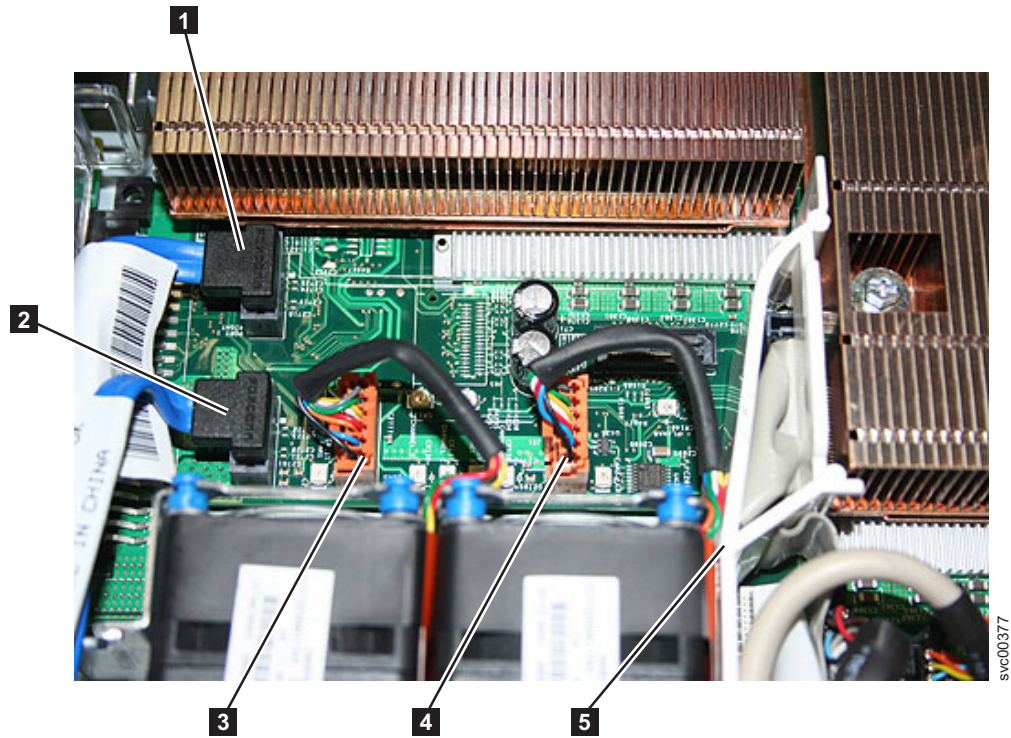

図 271. SAN ボリューム・コントローラー 2145-8G4 システム・ボード上のコネクタ
6. システム・ボードから最初のケーブル・セットを切り離します (331 ページの図 271 を参照)。システム・ボードの前面左側から、以下を取り外します。